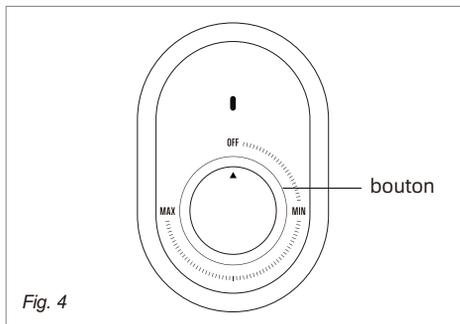

Fig. 4
- Retirez le joint en caoutchouc qui recouvre la vis Phillips (Fig. 4), et dévissez la vis Phillips.
- Le couvercle (Fig. 4) peut maintenant être retiré en le faisant légèrement pivoter. Lors du remontage, procédez dans le sens inverse en veillant à insérer la languette du couvercle dans la fente.